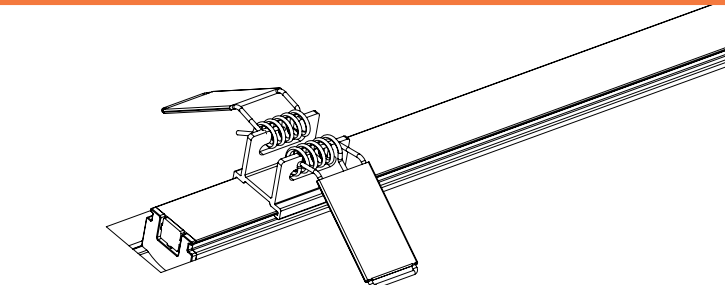

Figura 7
3. Prepare el medio de instalación (Figura 7).